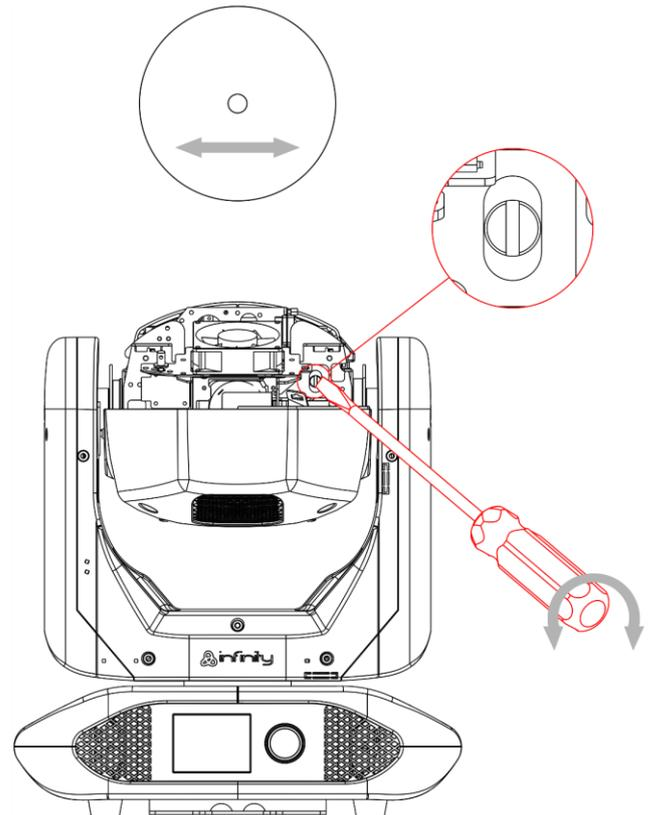

Abb. 08
- 03) Drehen Sie die Einstellschraube mit einem Flachkopfschraubendreher im Uhrzeigersinn, um den Hotspot nach links zu verschieben, oder gegen den Uhrzeigersinn, um ihn nach rechts zu verschieben (Abb. 08).